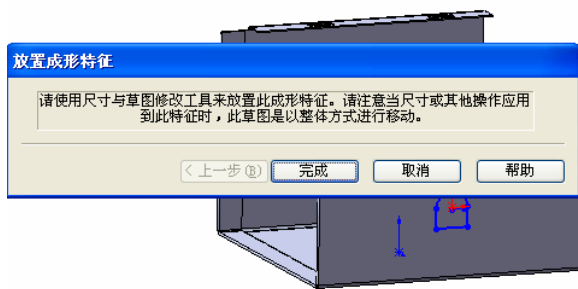

图 10-109 “放置成形特征”对话框
① 单击系统右边的“设计库”图标，根据如图 10-108 所示的路径可以找到成形工具的文件夹 **lances**，找到需要添加的成形工具“硬盘成形工具 1”，将其拖放到钣金零件的侧面上，系统弹出提示更改放置位置的对话框，如图 10-109 所示。